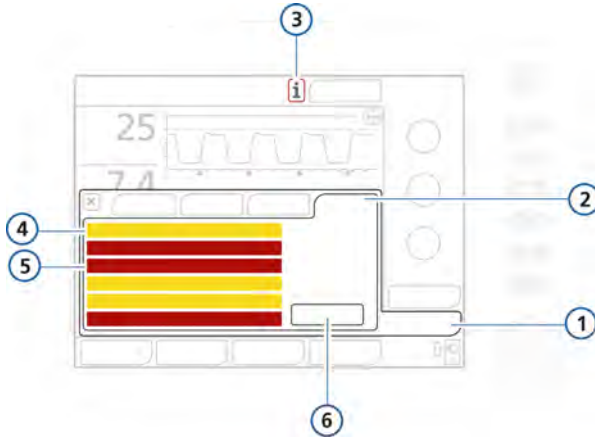

Figura 8-5. Memoria de alarmas con alarmas inactivas
- Si no hay alarmas activas, la memoria de alarmas muestra las que han estado inactivas más recientemente (figura 8-5). Las alarmas inactivas se encuentran en recuadros con esquinas cuadradas.
- Toque el indicador de alarmas inactivas (icono "i") (figura 8-5)
Para borrar los mensajes de alarma de todas las alarmas inactivas, toque el botón **Reset** (figura 8-5). Al cerrar la memoria no se borrará su contenido.